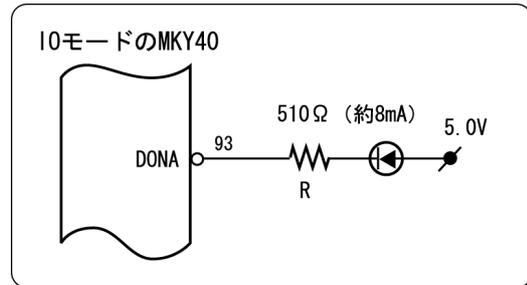

図7.8 DONA端子へのLED接続例
DONA 端子は、LED のカソード端子側を接続して LED を点灯させることができます。この端子は、 $\pm 8\text{mA}$ の電流駆動能力があります。 8mA 以下の電流によって点灯可能な LED ならば、Lo レベルの時に LED が点灯する図 7.8 に示す接続が可能です。図 7.8 の電流制限抵抗 (R) の値は、使用する LED 部品の定格に合わせてユーザシステムのハードウェア設計者が決定してください。DONA 端子へは安定動作を示す緑色の LED 部品の接続を推奨します。この端子を使用しない時は、開放にしてください。